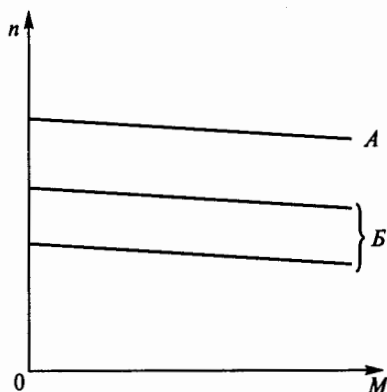

Рис. 249
**10.54.** Какому способу регулирования скорости вращения двигателя постоянного тока с независимым возбуждением соответствуют механические характеристики  $B$ , показанные на рис. 249, если до этого он работал по естественной характеристике  $A$ ?